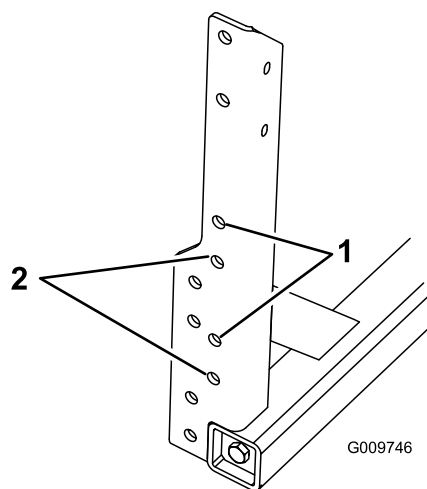

図 13
2. 図 13を参照して、中央ブームを取り付けるのに適切な取り付け穴を決める。